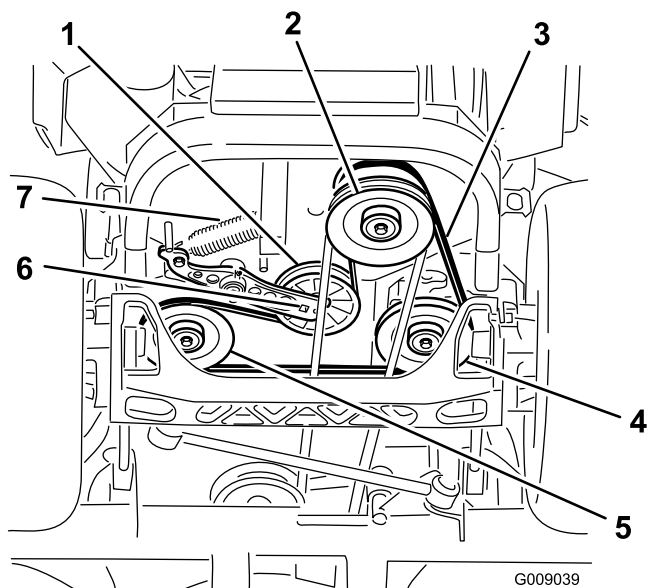

Figure 81
4. Soulevez la machine sur des chandelles (Figure 81).
5. Insérez un rochet dans le trou carré du bras de la poulie de tension pour déposer le ressort de la poulie de tension (Figure 81).
6. Décrochez le ressort de la poulie de tension du châssis (Figure 81).
9. Insérez un rochet dans le trou carré du bras de la poulie de tension pour installer le ressort de la poulie de tension sur le châssis (Figure 81).